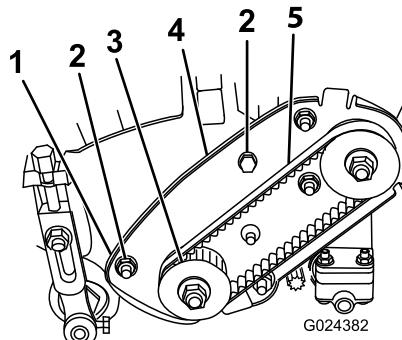

Figura 1
- Desaperte e remova as porcas de bloqueio, parafusos e anilhas de bloqueio que prendem o conjunto da placa de transmissão do cilindro do lado esquerdo da unidade de corte (Figura 1). Remova o conjunto da placa lateral da unidade de corte. Remova o espaçador (se equipado) por trás da placa de transmissão de cilindro.